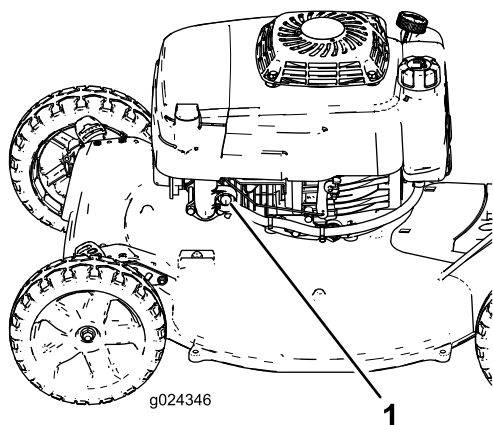

Figure 14
2. Appuyez fermement sur l'amorceur (Figure 14), en maintenant la poire enfoncée pendant 1 seconde.